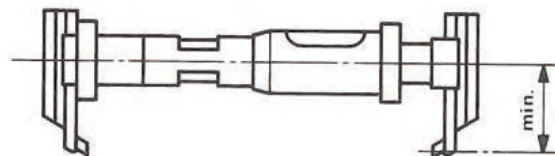

Abb. 8.
- Messeinsätze so montieren, dass die Kontaktflächen so nah als möglich der Geräteachse zu stehen kommen (Abb. 8). Spannbridgen (15) blockieren.